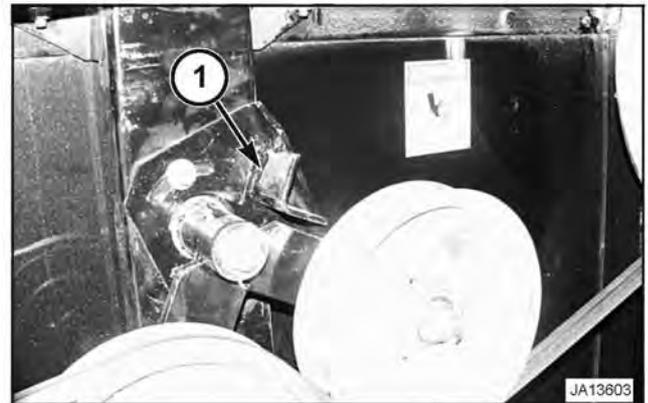

FIG. 131
FIG. 131: después de instalar la correa de mando del picador en la posición deseada, ajustar el freno intermedio (1) de modo que exista una luz de 0,0 2,5 mm (2) entre el soporte medio y el soporte. El código JA13603 está visible en la esquina inferior derecha.